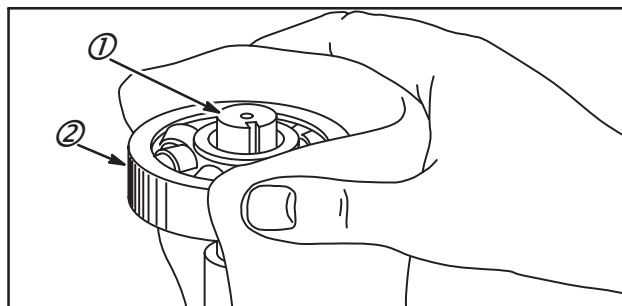

Fig. 12
- Saisir le roulement à billes (2) avec le blindage vers le bas et le faire glisser sur le tourillon du palier de vilebrequin (1), Fig. 12.